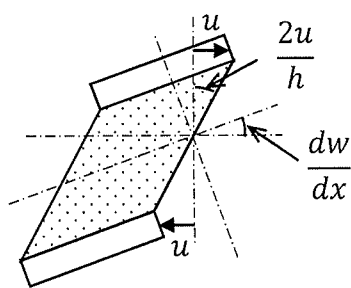

図 3
4. コアの xz 面内のせん断ひずみ γ_{xz} を、図3を用いて求めよ。